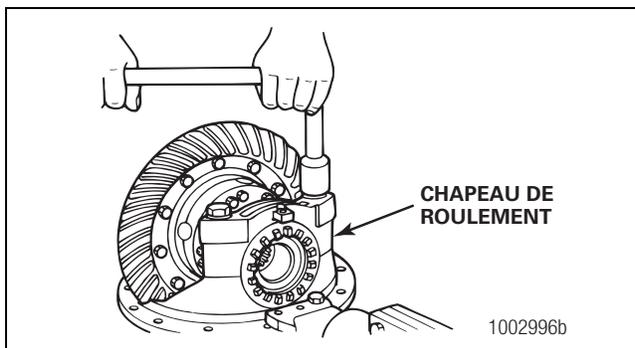

Figure 3.14
- Retirer les boulons et rondelles fixant les deux chapeaux de roulement à la tête de pont. Chaque chapeau de roulement est fixé par deux boulons et rondelles. Figure 3.14.